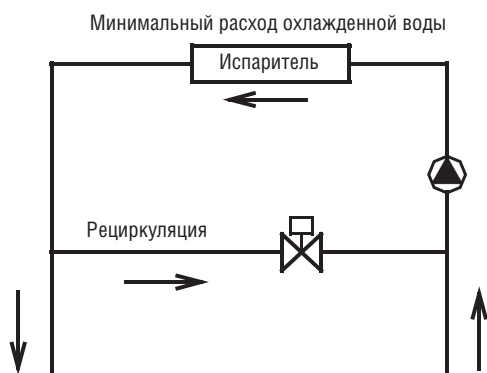

Рис. 4-3
- c. Входная труба испарителя должна быть снабжена реле протока воды, чтобы обеспечить защиту модуля от разрыва потока. С обоих торцов реле протока воды должны быть прикреплены горизонтальные прямые отрезки трубы, длина которых в пять раз превосходит диаметр впускной трубы. Реле протока воды должен устанавливаться в строгом соответствии с указаниями по монтажу и регулировке пульты управления расхода (см. рис. 4.3 и 4.4). Провода реле протока воды должны подсоединяться к электрораспределительному шкафу с помощью экранированного кабеля (дополнительные сведения см. на схеме элементов электрического управления). Рабочее давление регулятора расхода равно 1,0 МПа, а диаметр согласующего отверстия — 1 дюйм (25,4 мм). После подсоединения трубопроводов реле протока воды будет настроен надлежащим образом согласно номинальному расходу воды модуля.